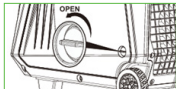

Fig.1
- Afloje el mando de la cubierta exterior derecha y retire la cubierta. (Fig. 1)
- Afloje el mando de la cubierta exterior derecha y retire la cubierta. (si es el primer arranque ya la tendrá desmontada del paso anterior de no ser así realice primero el paso de la Fig.1 de la instrucción anterior)